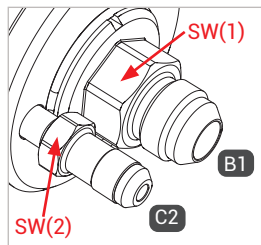

Abbildung 1
- ▶ Halten Sie beim Montieren des Füll- und Rückführschlauches an den Schlüsselflächen SW(1) und SW(2) (Abbildung 1) mit einem Gabelschlüssel gegen.
- ▶ Verschrauben Sie die Betriebsmedienzuleitung „B1“ druckdicht mit dem Anschluss des Füllschlauches (Abbildung 1). Anzugsdrehmoment siehe unten stehende Tabelle.
- ▶ Verschrauben Sie die Gasrückführung „C2“ druckdicht mit dem Anschluss des Rückführschlauches (Abbildung 1). Anzugsdrehmoment siehe unten stehende Tabelle.